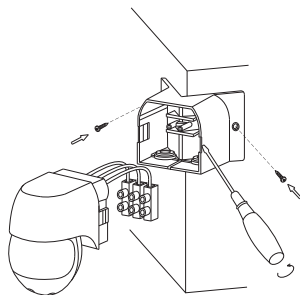

Рисунок 22 – Монтаж ДД 015, ДД 016
4.2.3 Монтаж ДД 015, ДД 016 (рисунок 22):